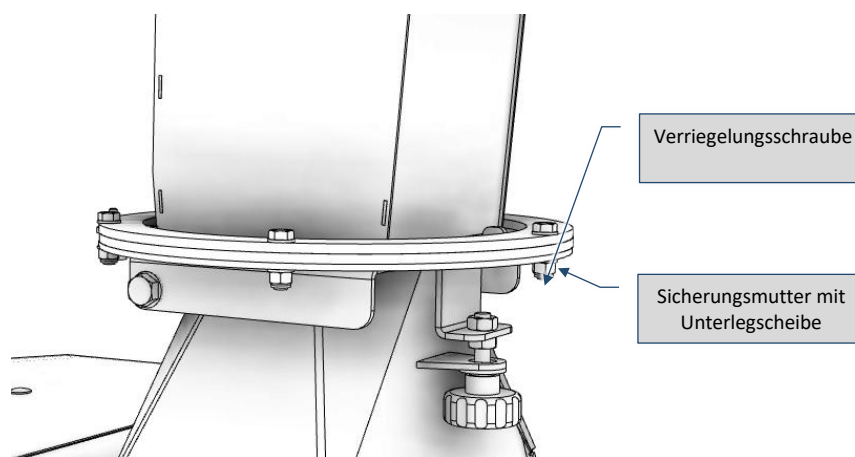

Abb. 9-16 – Auswurftrichterflansch
- 1) Entfernen Sie mit dem passenden Schlüssel die Befestigungselemente, die den Auswurfkanal mit dem festen Förderer verbinden (Sicherungsmuttern, Unterlegscheiben und Befestigungsschrauben (Fig. 9-16);